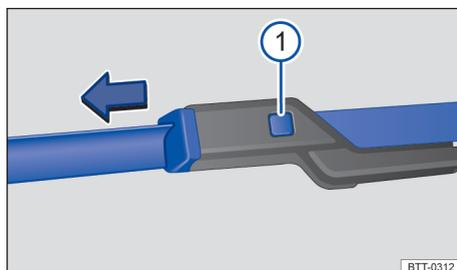

Fig. 129 Substituir as palhetas dos limpadores do para-brisa. ▶
- Manter o botão de destravamento → Fig. 129 ⓘ pressionado e, ao mesmo tempo, retirar a palheta do limpador do para-brisa no sentido da seta.